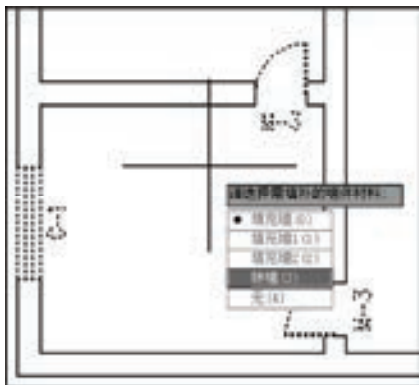

图 5-39 选择“砖墙（3）”选项
4) 按〈Enter〉键重复调用该命令，选择门窗图形按〈Enter〉键，在弹出的下拉列表中选择“砖墙(3)”选项，如图5-39所示。